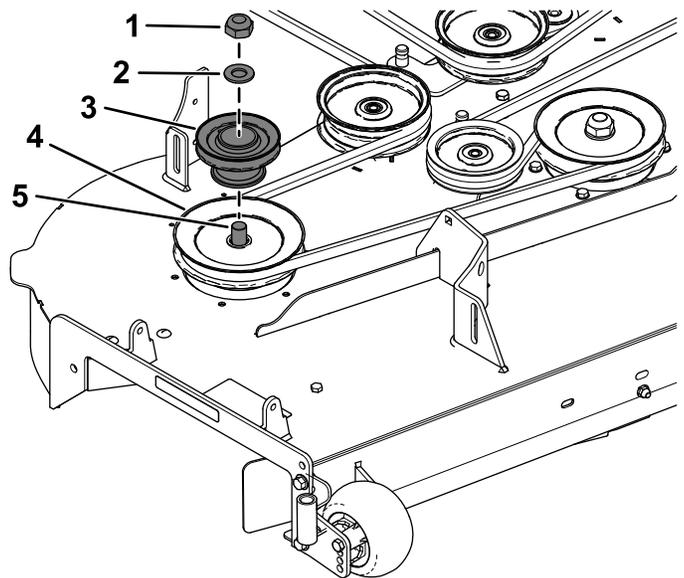

Figure 11
2. Montez la poulie sur la poulie de tablier de coupe droite avec l'écrou et la rondelle retirés précédemment (Figure 11).